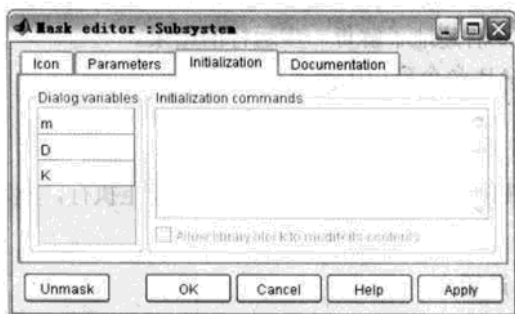
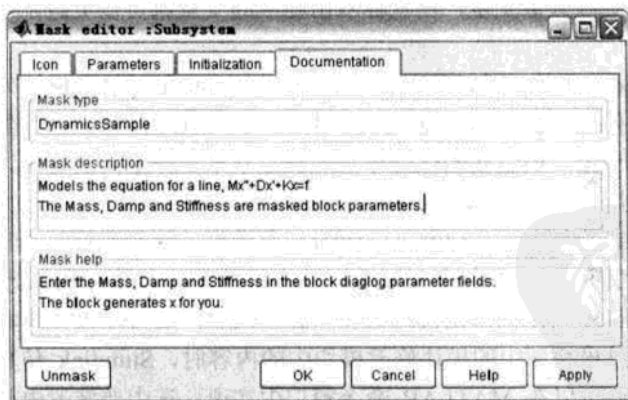
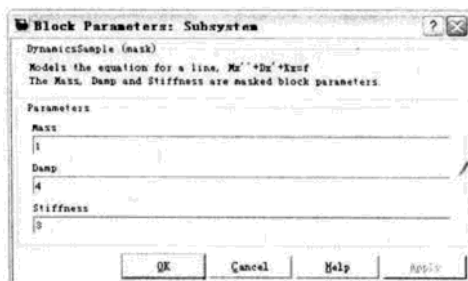

图 7.46 Initialization 选项卡
图 7.47 Documentation 标签列表框
图 7.48 设置好 Documentation 窗选项的对话框
Initialization 选项卡允许用户输入 MATLAB 命令来初始化封装子系统。Initialization 选项卡如图 7.46 所示。
Documentation 选项卡允许用户定义或修改类型、描述以及封装子系统模块的帮助文档。下面就是 $Mx'' + Dx' + Kx$ 的一个实际例子，如图 7.47 所示，然后单击 OK 按钮，最后双击封装子系统模块，弹出对话框如图 7.48 所示。
1) 仔细观察图 7.47 和图 7.48，就会发现图 7.46 中各个参数的作用。